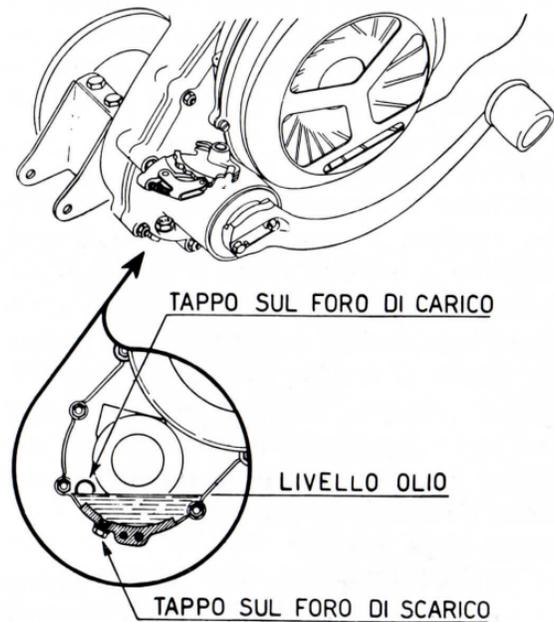

Fig. 12 - Livello olio nel carter
1) Verificare il livello dell'olio nella scatola del cambio svitando il tappo portante la dicitura «OLIO». Il livello dell'olio a moto diritta deve sfiorare il foro (vedi fig. 12).
Sostituire totalmente l'olio nella scatola del cambio. L'operazione deve essere eseguita a motore caldo e prima di immettere l'olio nuovo è consigliabile introdurre una piccola quantità di olio fresco, far girare il motore per alcuni secondi, quindi vuotare nuovamente il carter. Per lo svuotamento è previsto un apposito foro situato sul carter nella posizione indicata in fig. 12.